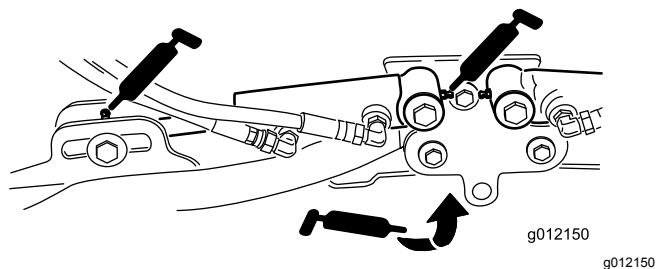

图 42
- 滚刀组提升臂枢轴每个滚刀组 2 个 图 42
- 提升臂枢轴每个滚刀组 1 个 图 42